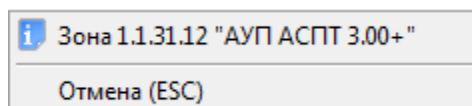

Рисунок 8-147 Контекстное меню для входа с типом "Контроль неисправности АУП"
- Только просмотр информации о входе и его состоянии (см. Рисунок 8-147).